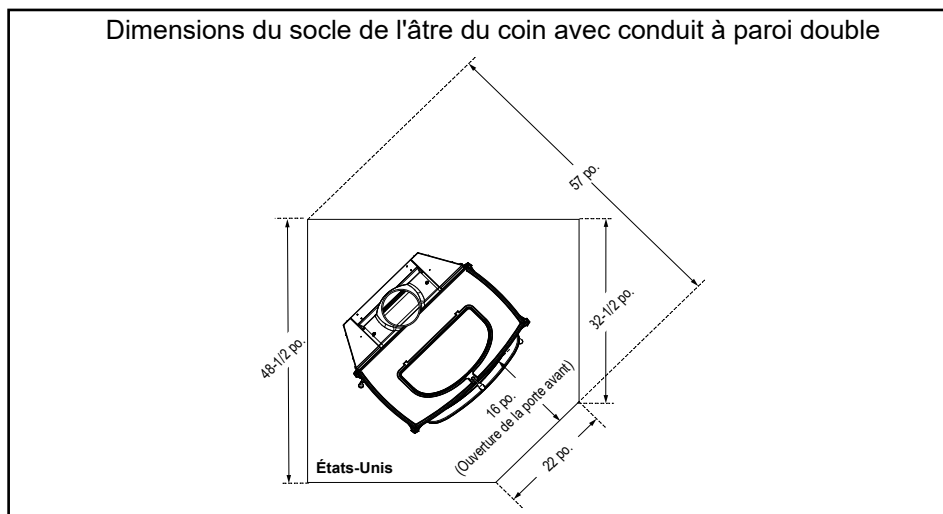

Figure 3.8
**Au Canada**, une protection de plancher similaire doit être installée : elle doit mesurer 457 mm (18 po) à l'avant, et 203 mm (8 po) sur les côtés et l'arrière, Figure 3.8